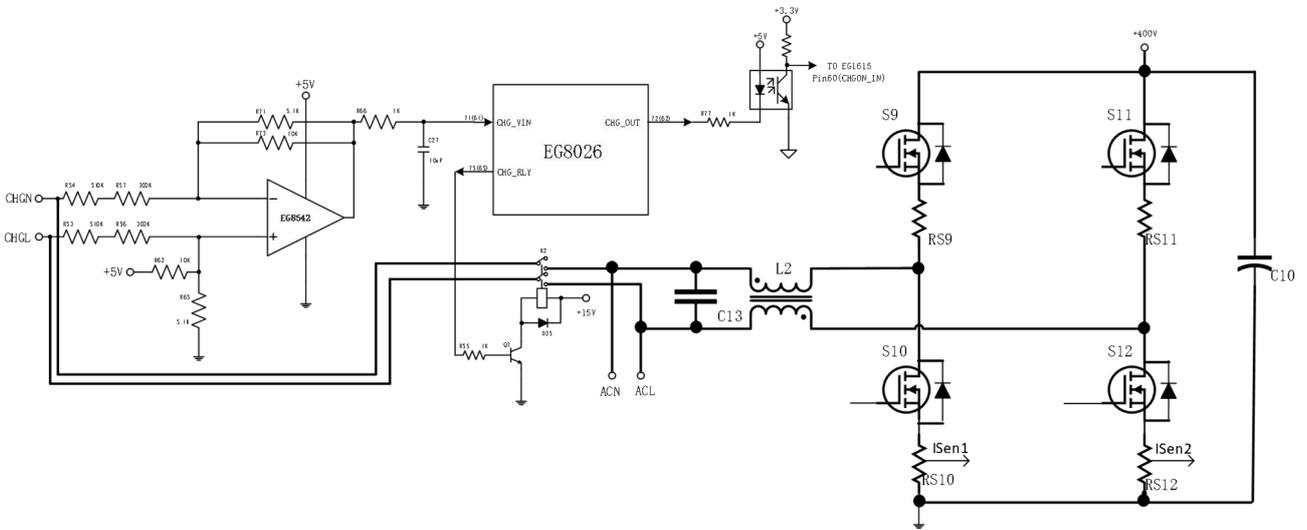

图 8.4 PFC 和 DC/AC Inverter 功能切换框图
图 8.4 为 EG8026 实现的 PFC 和 DC/AC Inverter 功能切换框图，当市电输入到 CHGL 和 CHGN 时，EG8026 的引脚 71 (61) CHG\_VIN 将检测到交流电压有效，同时输出两路信号 CHG\_RLY 和 CHG\_OUT，CHG\_OUT 是充电模式开启的输出信号，用于输出给 EG1615 芯片做充电切换的控制信号，低电平有效，应用时如图 8.4 中所示，需要加 PC817 光耦进行隔离处理，CHG\_RLY 是继电器控制信号输出，高电平有效，用于市电检测有效后，打开继电器切换到 PFC 升压模式，市电拔出后，关闭继电器切换到逆变模式，由前级升压的 400V 逆变为 220V 交流供 ACL 和 ACN 输出。